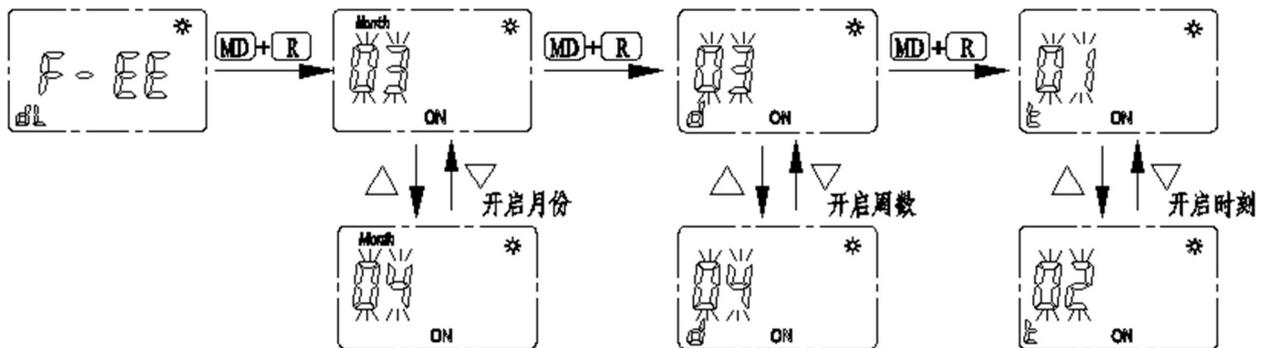

Рисунок 10. Светодиодный индикатор (настройка свободного режима DST ON)
После выбора «F-EE (свободный) режим» нажмите кнопки «MD» + «R» для входа в настройку DST (ON), нажмите « Δ » или « ∇ » для увеличения или уменьшения значения, задайте месяц, день и время DST ON (ВКЛ) по очереди, как показано на рис. 10.